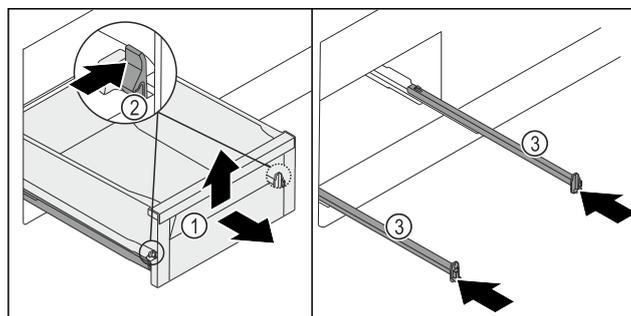

Fig. 122
- ▶ Sortir le tiroir Fig. 122 (1) jusqu'en butée.
- ▶ Appuyer simultanément sur les languettes Fig. 122 (2) situées à gauche et à droite.
- ▶ Le tiroir Fig. 122 (1) se détache des rails.
- ▶ Soulever l'avant du tiroir Fig. 122 (1).
- ▶ Retirer le tiroir Fig. 122 (1) par l'avant.
- ▶ Pousser les rails Fig. 122 (3).